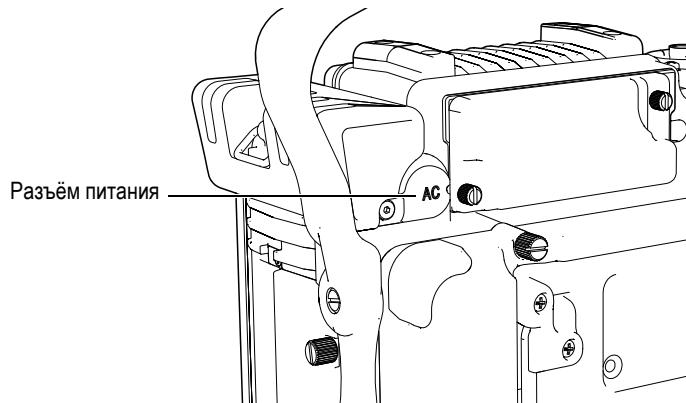

Рис. 2-3 Разъём питания
Питание EPOCH™ 1000 от сети переменного тока осуществляется посредством зарядного устройства/адаптера (EP-MCA). В адаптере EP/MCA имеется универсальный вход для электропитания, что позволяет использовать его для любых сетей переменного тока 100–240 В с частотой 50–60 Гц. Зарядное устройство/адаптер подсоединяется в соответствующий разъём EPOCH 1000 (см. Рис. 2-3 на стр. 42).
3. Подсоедините выход адаптера к разъёму питания (см. Рис. 2-3 на стр. 42).